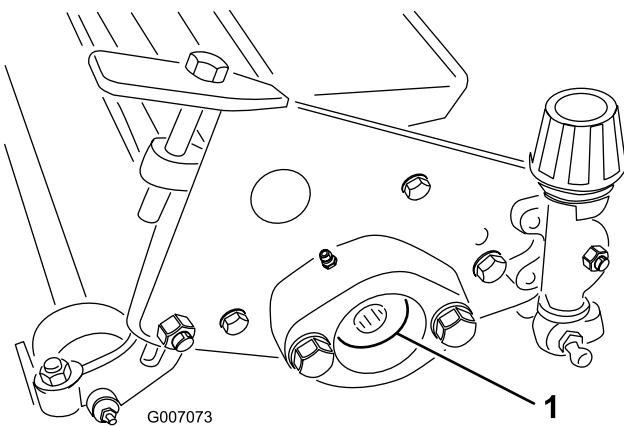

Figura 12
1. Afloje los (2) tornillos y arandelas que aseguran el contrapeso al extremo de la unidad escarificadora. Retire el contrapeso.
2. Afloje los (2) tornillos que aseguran el motor de la escarificadora al otro extremo de la unidad escarificadora. Retire el motor de la escarificadora.
3. Retire los (2) tornillos y arandelas de bloqueo que aseguran los alojamientos de los cojinetes del cilindro a cada extremo de la unidad escarificadora (Figura 12)